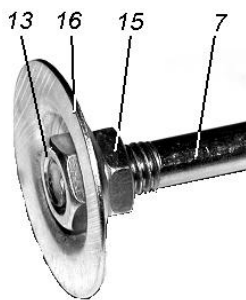
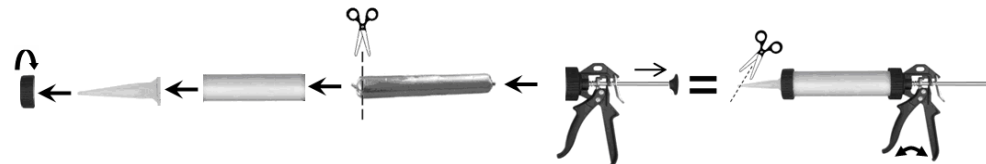

Рис. 3
Рис. 4
- как показано на Рис. 3, накрутите гайку (13) на три оборота. При этом, шток (7) не должен выступать из гайки (13);
- гайкой (15) закрепите положение металлического поршня (16).
3.3. Закладку герметика в мягкой упаковке выполните в следующей последовательности (см. п. 3.1.), Рис. 4:
- гайку (2) накрутите на корпус (3), предварительно установив наконечник (1);
- предварительно обрежьте упаковку герметика (см. рекомендации производителя) и аккуратно заложите в корпус (3);
- нажмите на пластину (10) и оттяните до упора шток (7) за рукоятку (9);
- заправленный корпус (3) накрутите на гайку (4);
- в зависимости от толщины нанесения герметика при намеченной операции обрежьте носик наконечника (1); отрезанная часть наконечника в дальнейшем используется как пробка наконечника (1).